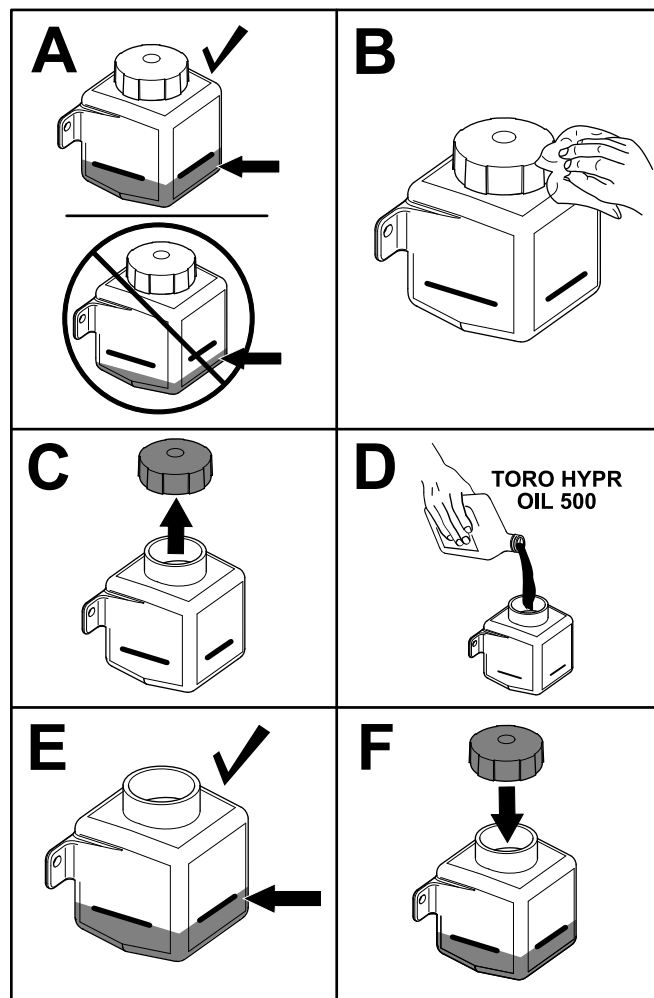

Figure 62
4. Contrôlez le niveau de liquide sur le côté du réservoir hydraulique (Figure 62). Poursuivez la procédure si le niveau est en-dessous du niveau de remplissage à froid.
5. Nettoyez la surface autour du bouchon du réservoir hydraulique (Figure 62).
6. Enlevez le bouchon du goulot de remplissage et faites l'appoint de liquide dans le réservoir jusqu'à ce qu'il atteigne le niveau de remplissage à froid (Figure 62).
7. Remettez le bouchon sur le réservoir (Figure 62).